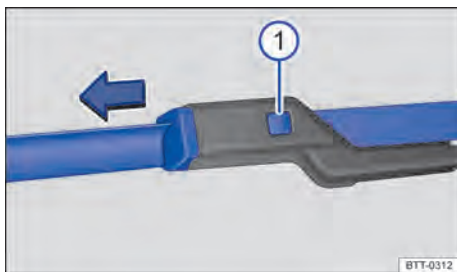

Fig. 173 Substituir as palhetas dos limpadores do para-brisa.
- Manter a tecla de destravamento → Fig. 173 ① pressionada e, ao mesmo tempo, retirar a palheta do limpador do para-brisa no sentido da seta.